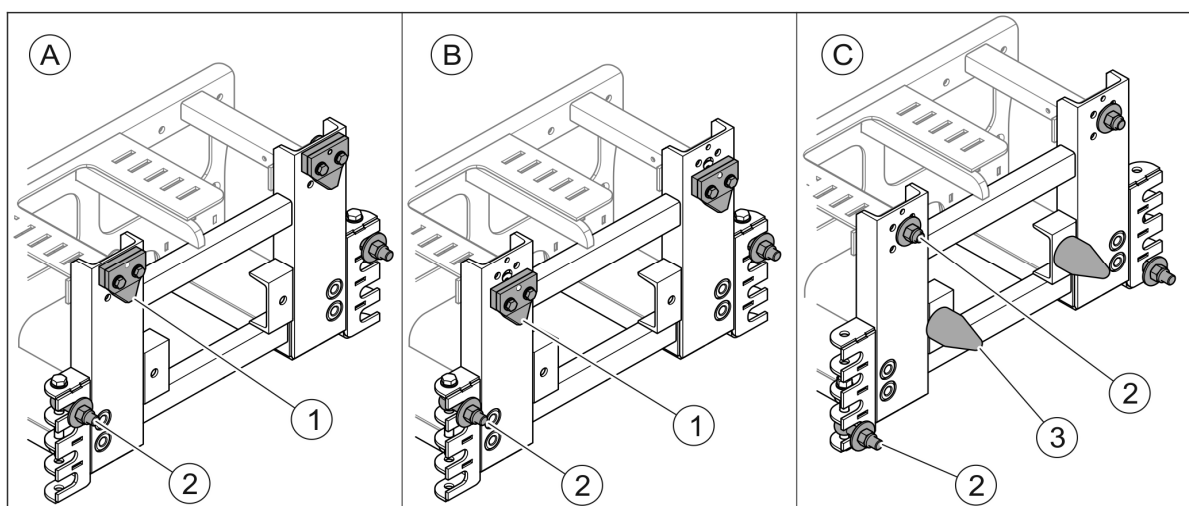
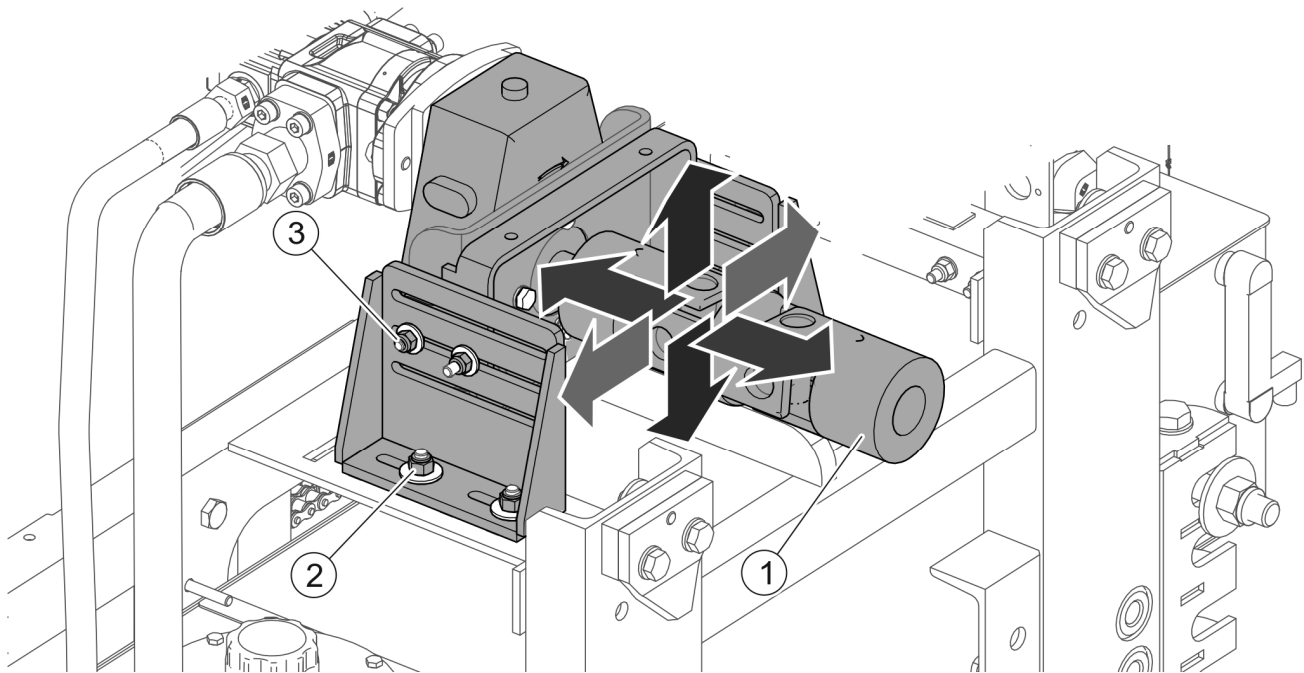

FIGURE 4.1 Éléments de connexion du système de suspension de flèche multifonction.
FIGURE 4.2 Raccordement du multiplicateur de flèche multifonction à la prise de force du porte-outil.
- Soulevez la flèche multifonction montée sur le support avec un chariot élévateur et conduisez-la jusqu'au système de suspension du porte-outil de manière à ce que les crochets (1) (FIGURE 4.1) du système de suspension de la flèche se trouvent au-dessus des poignées de la plaque de connexion du système de suspension du porte-outil ;
- Abaissez la flèche multifonction de manière à ce que les crochets (1) s'accrochent aux poignées de la plaque de connexion du système de suspension du porte-outil ;
- Fixez la fixation du système de suspension de la flèche et la plaque de fixation du système de suspension du porte-outils avec les vis de montage (2) ;
- Desserrer les vis (2) (FIGURE 4.2) fixant le support du multiplicateur au cadre et les vis (3) fixant le multiplicateur au support ;
- Connectez le multiplicateur à l'extrémité de l'arbre de prise de force du porte-outil à l'aide d'un connecteur de joint (1), en sélectionnant la position avec les angles de joint